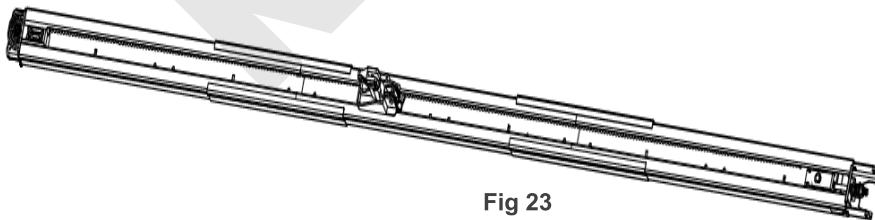

Fig 23
3. Três calhas e duas mangas (Fig.23).